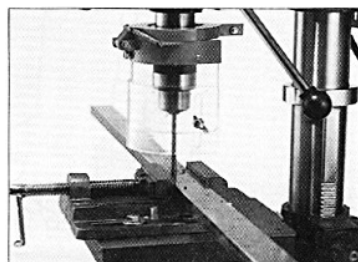

図14-3
- (3) テーブルに止められないような小さなものを加工するときは、付属の②②バイスを使用して下さい。その際、バイスは、必ずテーブルに②③バイス用ボルト・ワッシャー・ナットで固定してください。図14-3